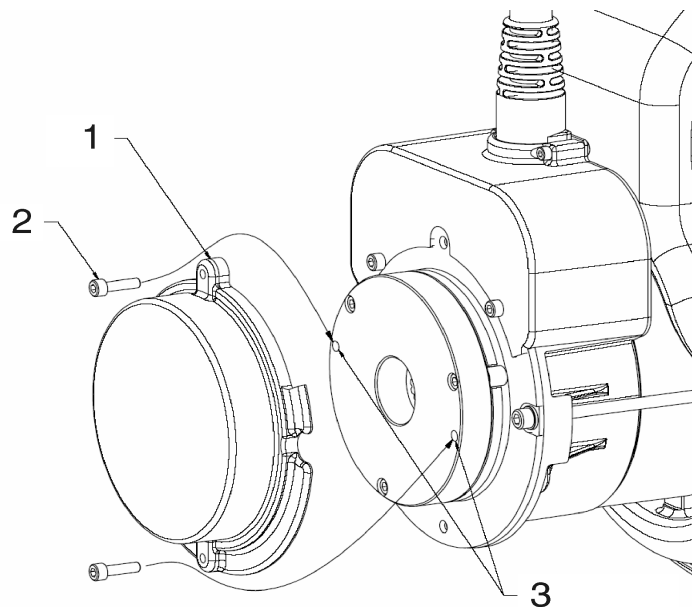

Figura 3-12. Desengrenagem manual
3. Retirar os dois **parafusos da tampa (2)** e a **tampa do travão (1)**.
4. Introduzir os **parafusos da tampa (2)** nos **dois orifícios de desengrenagem (3)** no compartimento do travão, ver item 3 em Figura 3-12., Desengrenagem manual.
5. Apertar os **parafusos da tampa (2)** e o travão nesse motor procede à desengrenagem.
7. Depois de concluir o reboque, calçar as rodas e retirar os **parafusos da tampa (2)** dos **orifícios de desengrenagem (3)**.
8. Instalar novamente a **tampa do travão (1)**.